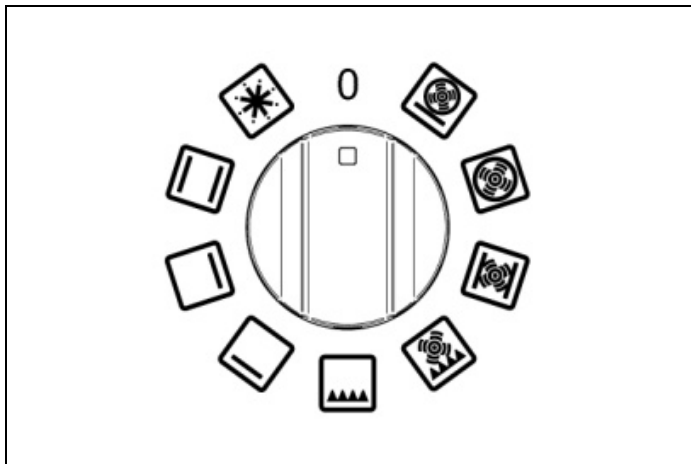
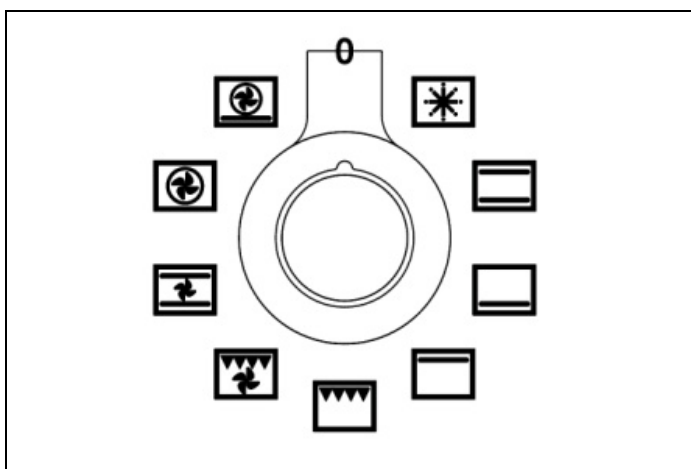
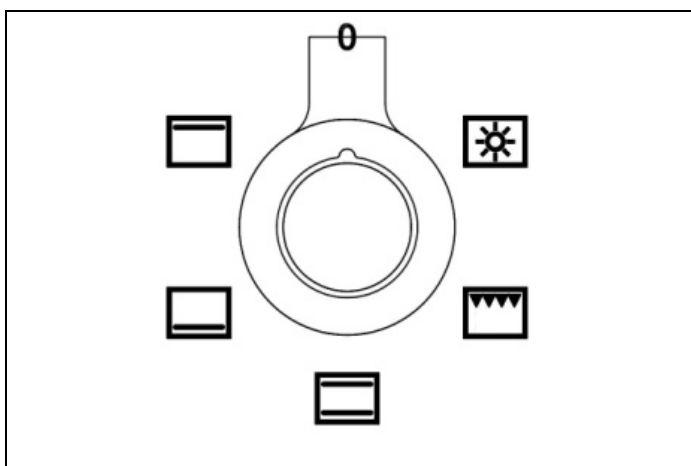

Fig. 23
Fig. 24
Fig. 25
- 1) Vrid funktionsvredet (Fig. 23 - Fig. 24 och Fig. 25) medurs för att välja önskad funktion.